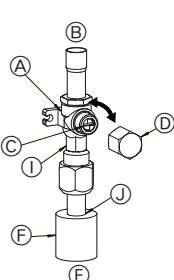
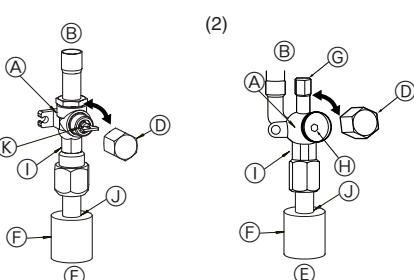

Fig. 4-5
Fig. 4-6
(1) Lado del gas de RP60-140 (Fig. 4-5)
① Quite la tapa, gire la válvula un cuarto de vuelta hacia la izquierda con un destornillador plano para abrirla completamente.
② Cerciórese de que las válvulas están completamente abiertas, coloque la tapa en su posición original y apríétela.
(2) Lado del líquido de RP60-140 y lado del gas/líquido de RP35, 50 (Fig. 4-6)
① Abra la tapa y gire la varilla de válvula hacia la izquierda hasta su tope, utilizando una llave hexagonal de 4 mm. Deje de girar cuando llega al tope. (ø6,35: Aproximadamente 4,5 revoluciones) (ø9,52: Aproximadamente 10 revoluciones)
② Cerciórese de que la válvula de parada esté completamente abierta, empuje la manivela y enrosque la tapa en su posición original.